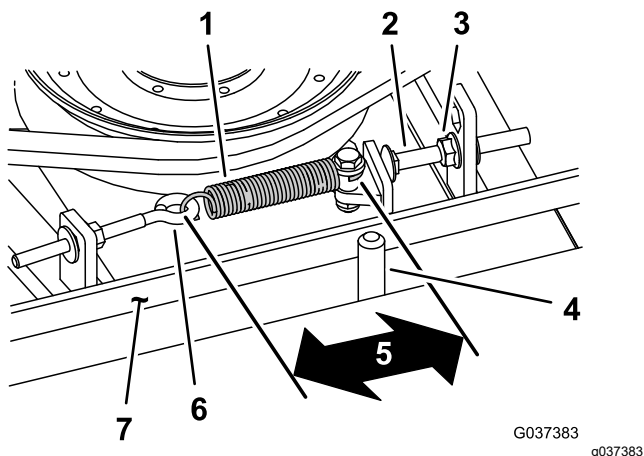

Figure 83
Lorsque le ressort d'extension est correctement tendu, l'intérieur doit mesurer (d'un crochet à l'autre) entre 8,3 et 9,5 cm. Lorsque le ressort est correctement tendu, ajustez le boulon d'arrêt (boulon de carrosserie) jusqu'à obtention d'un jeu d'environ 2 à 5 mm entre la tête du boulon et le bras de tension (Figure 83).
**Remarque:** La courroie doit être placée du côté ressort du guide (Figure 83).
- Desserrez le boulon à œil (Figure 83).
- Desserrez l'écrou à embase qui fixe le boulon d'arrêt à la patte de montage, et écartez la poulie de tension de la courroie (Figure 83).
9. Raccrochez le ressort d'extension (Figure 83) au boulon à œil et tendez la courroie comme suit :